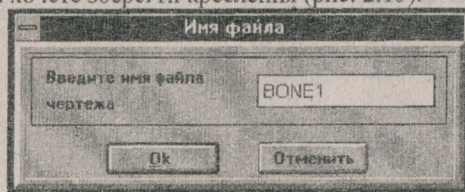

Рис. 2.15. Діалогове вікно введення імені *DXF* файлу
*CAD* система викликається по команді *AutoCAD™* меню вікна підготовки креслень. По цій команді з'являється вікно, у якому необхідно ввести ім'я *DXF* файлу, у якому Ви хочете зберегти креслення (рис. 2.15).